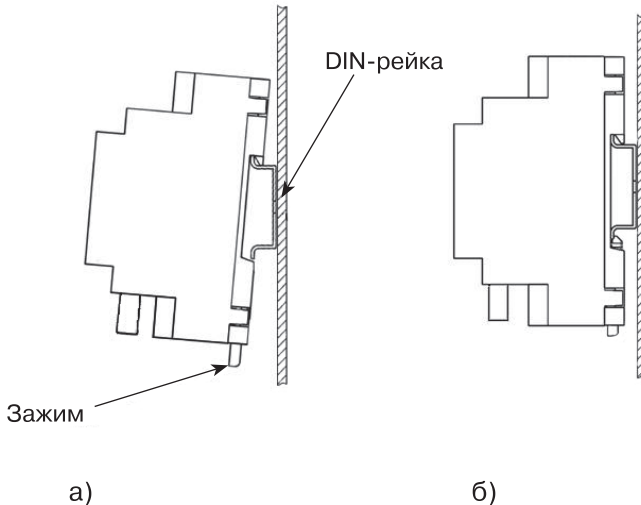

Рис. 3. Последовательность установки устройства на DIN-рейку
1. Зацепить верхним креплением корпуса устройства (расположено на тыльной поверхности корпуса устройства) за верхнюю направляющую DIN-рейки (см. рис. 3а);
2. Оттянуть вниз подпружиненный зажим (5) на нижней части корпуса устройства, прижать устройство к DIN-рейке;
3. После прижатия корпуса устройства к DIN-рейке, отпустить зажим (см. рис. 3б);